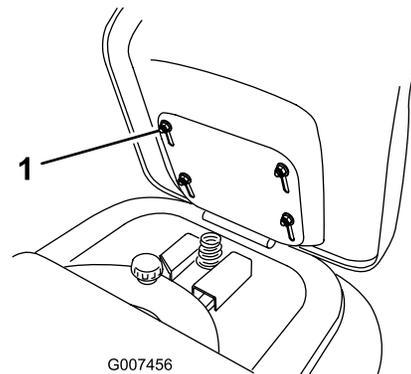

Figure 5
1. Soulevez le siège et desserrez les 4 boulons (Figure 5).